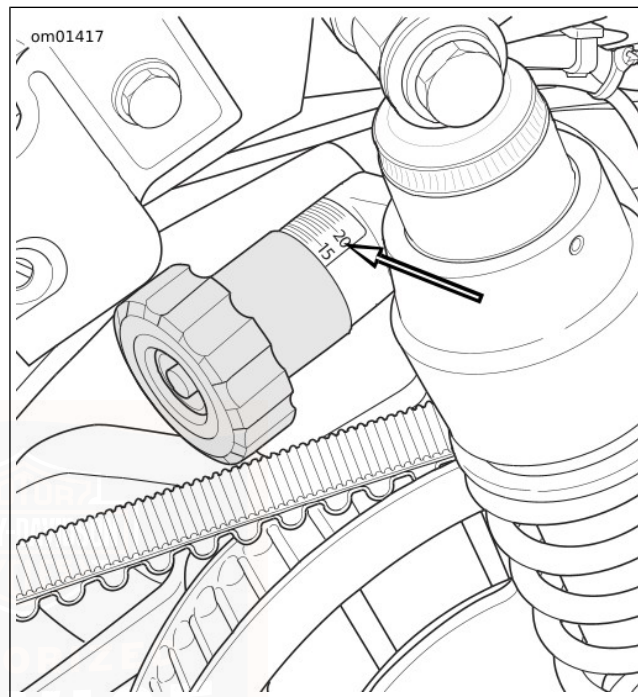

Abbildung 26. Vorspannungseinstellknopf
2. Siehe Abbildung 26. Den Knopf in die gewünschte Stellung für die erwartete Last drehen. Der Knauf klickt bei jeder halben Umdrehung. Siehe Tabelle 18.